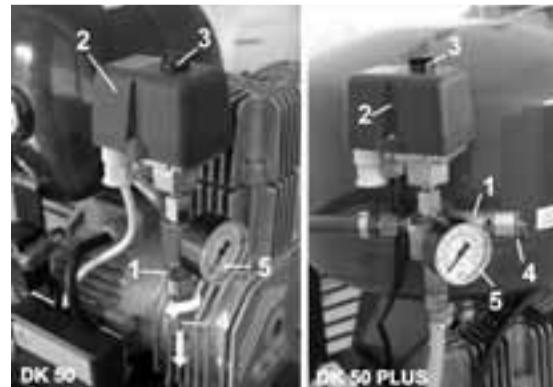

рис.4
- Компрессор включить на реле давления (2), поворачивая выключатель (3) в положение „I“ (рис. 4).
### 8.6. Контроль настройки реле давления (рис.4)
### 8.7. Проверка предохранительного клапана (рис. 4)
Компрессор должен быть включен на реле давления поворотом переключателя ( 3) в положение „I“ (рис.4).
Давление воздуха в ресивере не должно превысить максимальное допустимое рабочее давление. Допустимое рабочее давление обозначено на манометре (5) красной риской (рис.4).
**12.2. Контроль предохранительного клапана (рис.4)**
- Винт (4) предохранительного клапана (1) повернуть на несколько оборотов влево до тех пор, пока через предохранительный клапан не выйдет воздух.
- Винт (4) поворачивать вправо до упора, клапан должен быть сейчас опять закрыт.